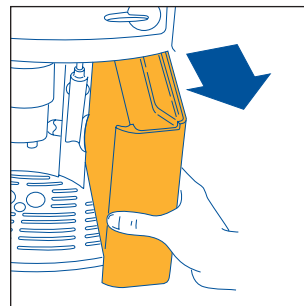

Рис. 1
- Извлеките бачок для воды (рис. 1), сполосните его и наполните свежей водой, не превышая линии MAX. Когда вы извлекаете бачок, устройство для взбивания молока должна быть направлена к центру прибора, в противном случае бачок нельзя вынуть.